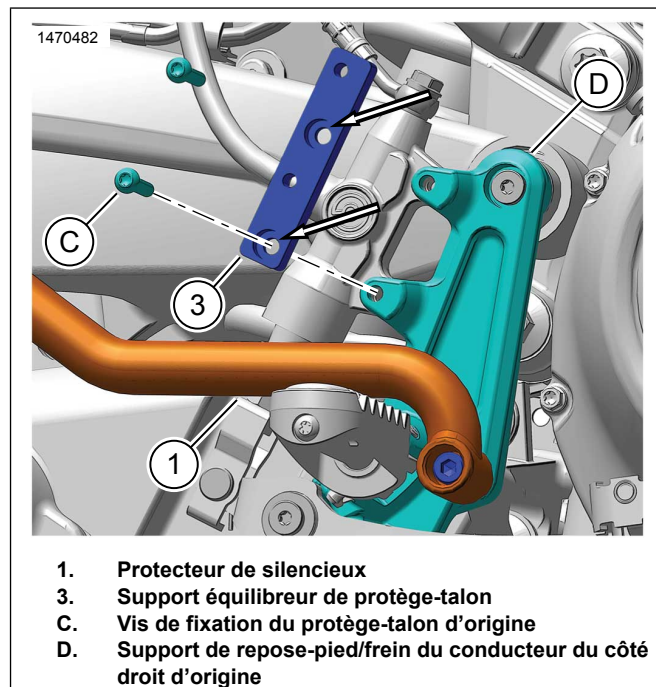

Figure 4. Support équilibre
3. Voir la Figure 4. Installer le support équilibre de protège-talon (3).
- c. Installez OE la vis (C). Serrer.